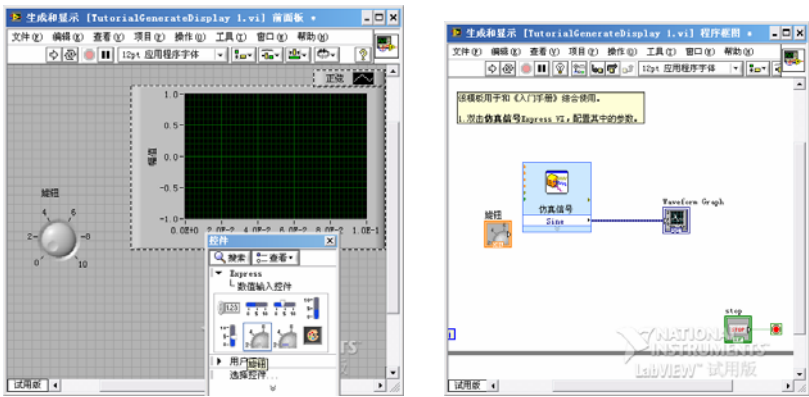

图 6-14 添加旋钮控件后的两个窗口
3) 为前面板添加控件。打开控件选板中 Express 子选板, 选择数值输入控件模板中旋钮控件, 当旋钮控件附着在光标上时, 将其放置在前面板的波形图的左侧, 如图 6-14 所示。在随后的练习中将会使用该旋钮来控制仿真信号的幅度大小。